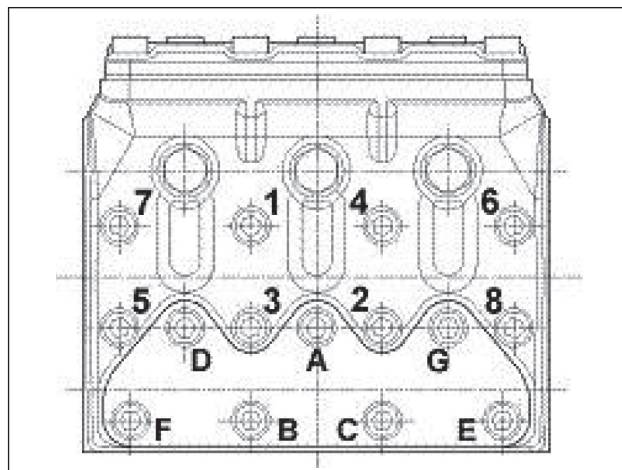

Fig. 24
** Los tornillos de fijación de la cabeza se deben apretar utilizando una llave dinamométrica, lubricando la parte inferior de la cabeza respetando el orden de la Fig. 24.
*** Los tornillos de fijación de las tapas de las válvulas se deben apretar utilizando una llave dinamométrica, lubricando la parte inferior de la cabeza respetando el orden de la Fig. 24.